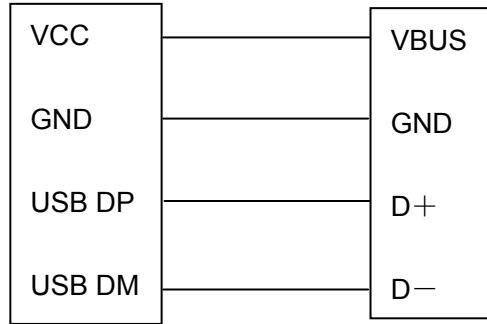

图 D-3 打印机与计算机的 USB 连接示意图
2. 打印机与计算机的 USB 接口连接示意图（如图 D-3 所示）。